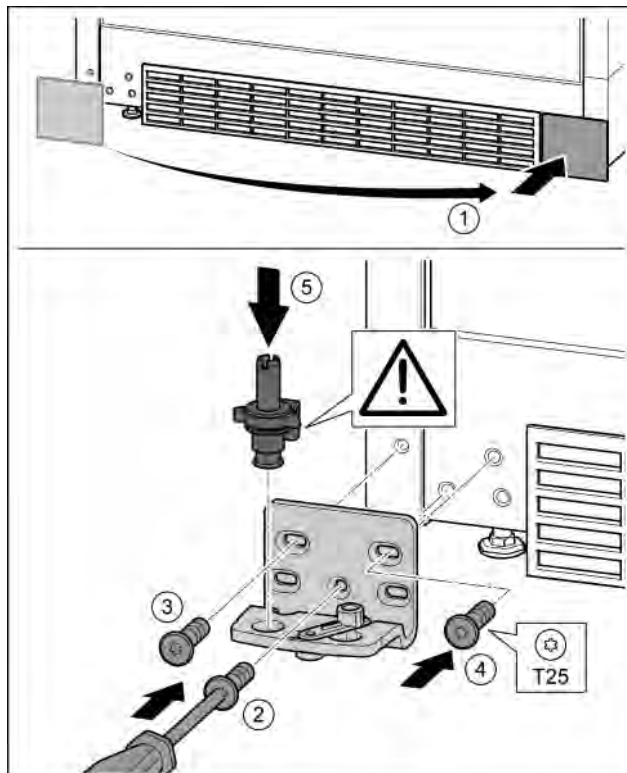

Fig. 17
- ▶ Skinite pokrov i postavite ga na drugoj strani. *Fig. 17 (1)*
- ▶ Postavite podložak ležaja na drugoj strani i zavijte pomoću odvijača T25. Započnite s vijkom 2 dolje u sredini. *Fig. 17 (2)*
- ▶ Pritegnite vijak 3 i 4. *Fig. 17 (3, 4)*
- ▶ Kompletno umetnite podložak ležaja. Pri tome pazite da je ispuščenje za blokiranje okrenuto prema otraga. *Fig. 17 (5)*